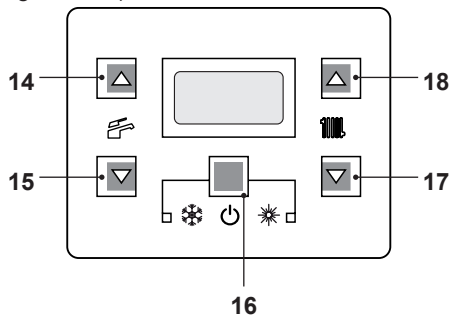
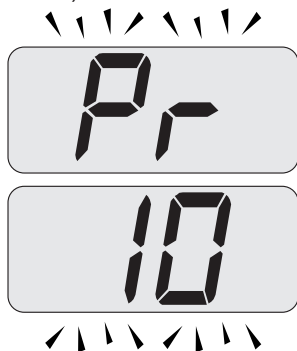

Figura 5.45
Figura 5.47
- Entrare in "modalità programmazione" premendo contemporaneamente per 10 secondi i tasti 16 - 17 - 18 (Figura 5.45) fino a far apparire sul display LCD le lettere **Pr** che si alternano con il codice **01**, indicanti l'entrata nel "parametro 01" (Figura 5.46).
- Scorrere i vari parametri utilizzando i tasti 17 o 18 fino a far apparire sul display LCD le lettere **Pr** che si alternano con il codice **10**, indicanti l'entrata nel "parametro 10" (Figura 5.47).
- Premere contemporaneamente i tasti 16 e 18 (Figura 5.45) fino a far apparire sul display LCD il valore del parametro 10 (30=180 secondi) (Figura 5.48).
- Premendo il tasto 16 (Figura 5.45) si ottiene la conferma del valore inserito.
- Premendo contemporaneamente i tasti 16 e 17 (Figura 5.45) si esce senza modificare il valore (ritorno alla lista parametri Figura 5.47)
- Premendo contemporaneamente per 10 secondi i tasti 16 - 17 - 18 (Figura 5.45) si esce dalla "modalità programmazione".